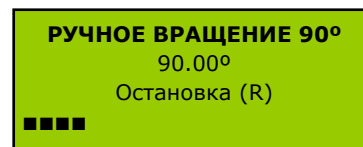

Рисунок 28.
- **Режим ручного вращения с указанием угла на клавиатуре.** Para Чтобы использовать этот режим, на клавиатуре наберите желаемый угол и нажмите педаль. После нажатия педали, станок начинает вращаться вперед, а на экране возникает изображение Рис. 28